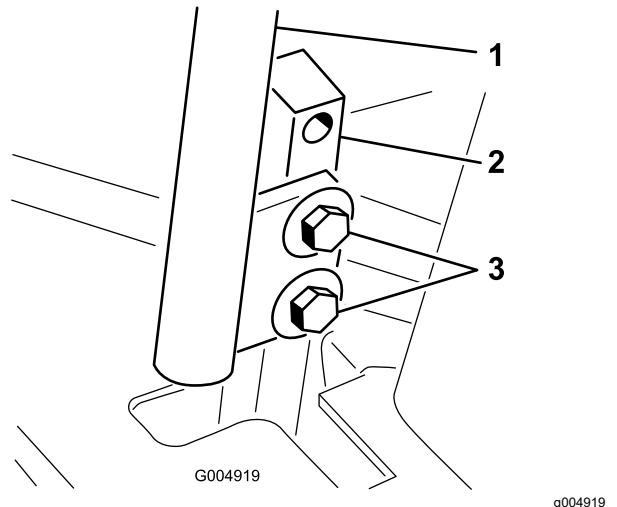

Figura 56
3. Afloje los pernos que sujetan las palancas de control (Figura 56).